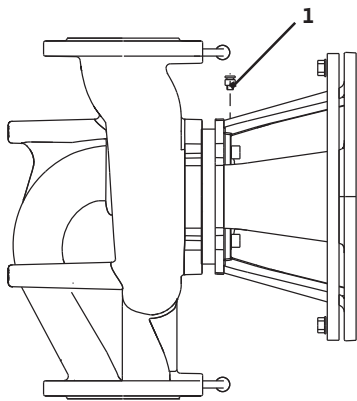

Fig. 40. Вентиляційний клапан
- Повітря з насоса видаляють, відкриваючи вентиляційний клапан (Fig. 40, п. 1). Сухий хід руйнує ковзаюче торцеве ущільнення насоса. Видаляти повітря з датчика перепаду тиску заборонено — загроза ушкодження!